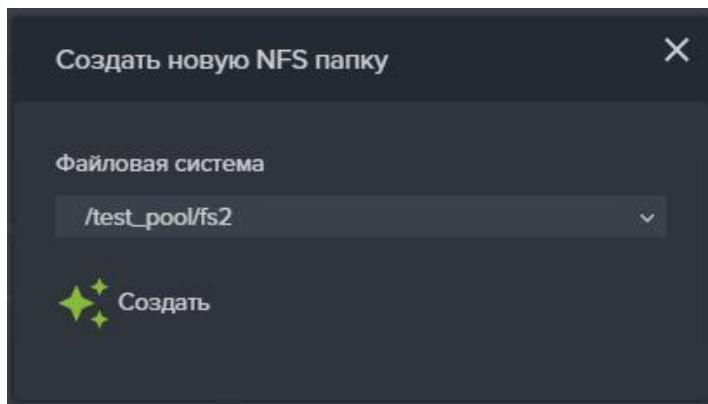

Рисунок 55 – Окно создания NFS папки
2. Нажмите на кнопку «Создать новую NFS папку», откроется одноименное окно (см. Рисунок 55).